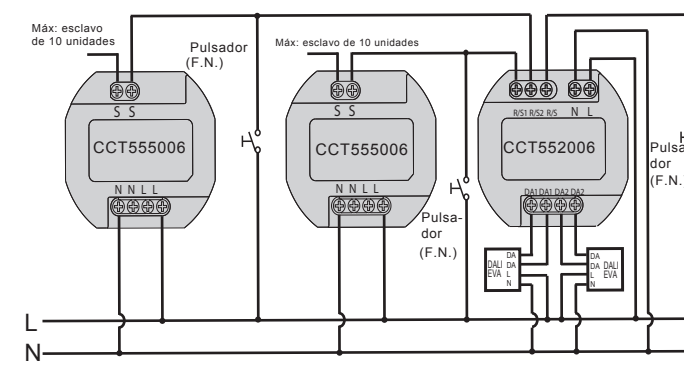
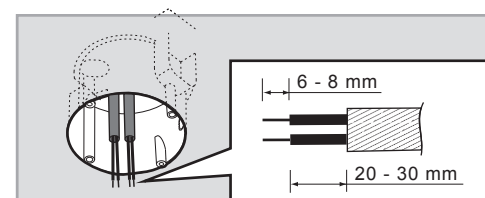
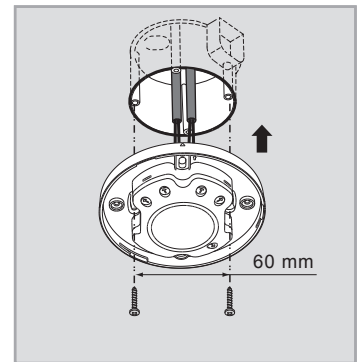
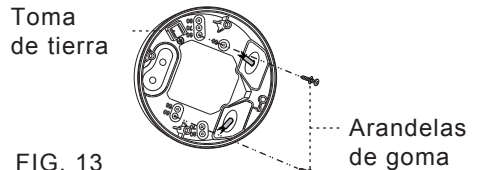

FIG. 5
FIG. 7
FIG. 8
FIG. 13
3.3.1.1 Funcionamiento normal (ver FIG. 5)
3.4.1.2 Pase los cables de alimentación de CA por la caja de conexiones estándar europea (ver FIG. 7), luego pule de 6 a 8 mm de cable para realizar la conexión (ver FIG. 5).
3.4.1.3 Consulte la ilustración de la FIG. 8 para realizar el cableado correctamente y fije la caja de alimentación en la caja de conexiones estándar europea con 2 tornillos (ver FIG. 8).
- 3.4.2.3 Consulte la ilustración de la FIG. 5 para ver la instalación eléctrica correcta y luego atornille bien la cubierta de la caja de alimentación.
- 3.4.3.3 Seleccione los orificios ciegos apropiados para fijar la caja de conexiones a la superficie de la placa del techo con 2 tornillos de madera con arandela de goma (ver FIG. 13).
- 3.4.3.4 Consulte los diagramas de conexión para una correcta instalación del cableado (ver FIG. 5). Hay un orificio cuadrado en la placa de fijación. Cuando coloque esta placa de fijación en la caja de conexiones, encaje el orificio con el resalte de la caja (ver FIG. 8); luego fije la cabeza del detector en la caja de alimentación de acuerdo con la FIG. 13 y fjela con los 4 tornillos anticaída